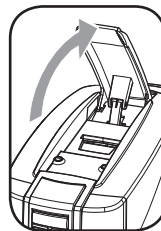

Fig.1
- 8- Soulevez le levier d'ouverture du compartiment à capsule (fig.1).